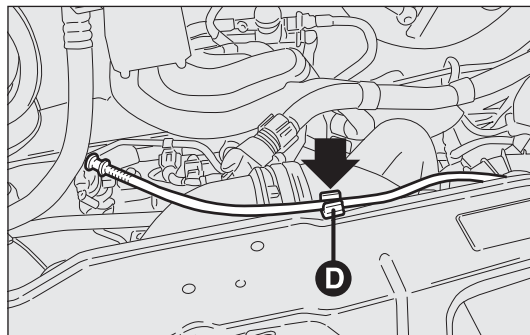
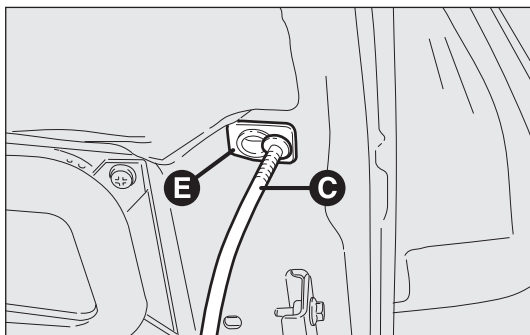

fig. 122
fig. 123
- sollevare il cofano e contemporaneamente liberare l'asta di sostegno fig. 122 dal proprio dispositivo di bloccaggio D, quindi inserire l'estremità C-fig. 123 dell'asta nella sede E del cofano.
- ❑ tenere sollevato il cofano con una mano e con l'altra togliere l'asta C-fig. 123 dalla sede E e reinserirla nel proprio dispositivo di bloccaggio D-fig. 122;